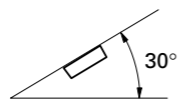

Fig. 1
- If installation angle exceeds 30° from horizontal, the unit might not give its optimum performance. (Fig. 1)
- Si el ángulo de la instalación excede los 30° del lado horizontal, la unidad podría no brindar su óptimo funcionamiento (Fig. 1).
- Se o ângulo de instalação exceder de 30° desde a horizontal, o aparelho pode não atingir sua performance ótima (Fig. 1).